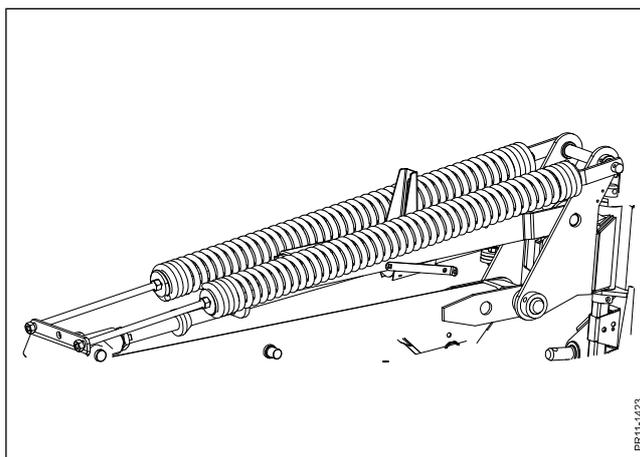

Abb. 3-5
- Abb. 3-5** Die Entlastungsfedern sind ab Werk gespannt. Bei Maschinen ohne Aufbereiter ist eine Justierung normalerweise nicht nötig. Bei Maschinen mit Aufbereiter kann ein leichteres Schneidwerk durch Spannen der Federn erzielt werden.